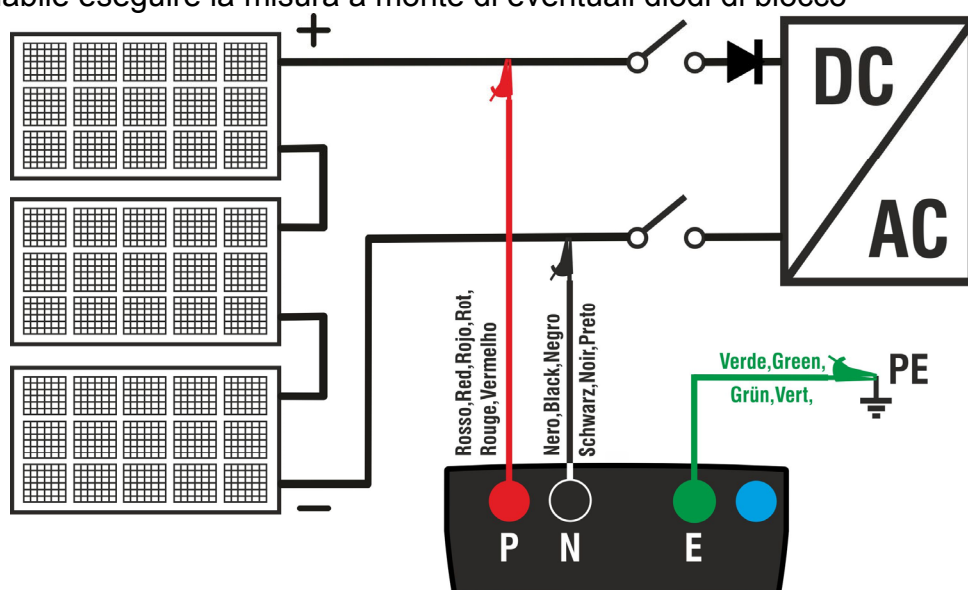

Fig. 6: Collegamento strumento per misura di isolamento in modo DUAL
6. Collegare lo strumento alla stringa FV in prova come mostrato in Fig. 6. La prova può essere eseguita anche su più stringhe in parallelo fra loro. Si ricorda che occorre sezionare anche eventuali scaricatori connessi ai cavi della stringa/stringhe e che è consigliabile eseguire la misura a monte di eventuali diodi di blocco